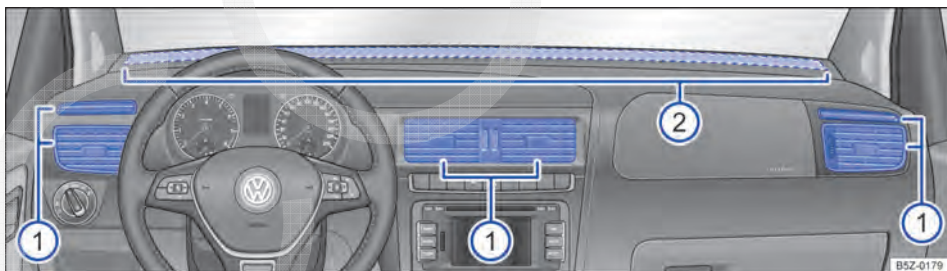

Fig. 85 No painel de instrumentos: difusores de ar.
Para que uma potência de aquecimento, uma refrigeração e uma entrada de ar suficientes sejam atingidas no interior do veículo, nunca fechar os difusores de ar completamente → Fig. 85 ①.
- Para abrir os difusores de ar ①, pressionar na parte superior do difusor de ar.
Há outros difusores de ar, não reguláveis. Encontram-se no meio do painel de instrumentos → Fig. 85 ②, nas áreas para os pés e na parte traseira do interior do veículo.